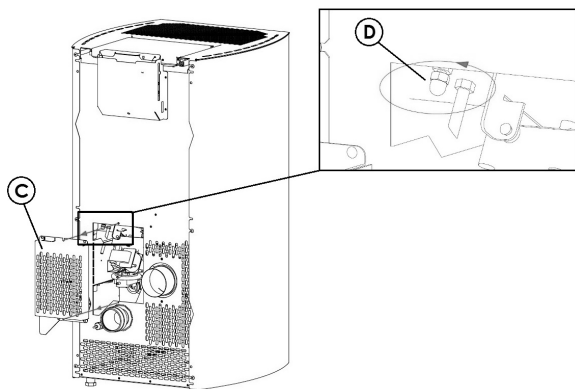

Fig. 75 - Carter verwijderen
- Verwijder de inspectiecarter "C" aan de rugzijde van de carter (zie **Fig. 75**).